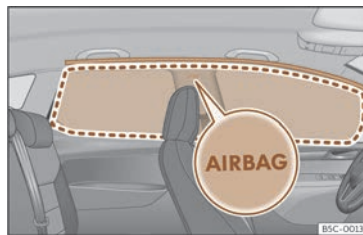

Fig. 34 Emplacement des airbags rideaux.
Les airbags rideaux se trouvent des deux côtés de l'habitacle, au-dessus des portières >>> fig. 34, repérés par les monogrammes « AIRBAG ».
Lorsqu'il se déclenche, l'airbag rideau occupe la zone marquée (zone de déploiement) >>> fig. 34. C'est pourquoi il ne faut jamais déposer ou fixer des objets dans cette zone >>> ⚠.
- Assurez-vous que les enfants voyagent correctement assis dans leur siège et ne placent pas leur tête dans la zone de déploiement des airbags rideaux >>> fig. 34, car ceux-ci pourraient les heurter et provoquer des blessures graves en cas de déclenchement.